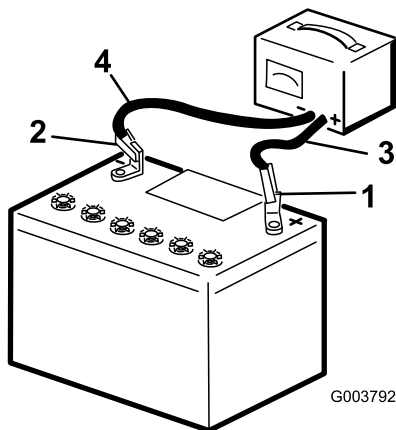

Figure 2
2. Connectez un chargeur à la batterie (Figure 2) et chargez la batterie au régime de à 6 à 10 ampères pendant une heure au minimum. Ne chargez pas la batterie excessivement.
3. Quand la batterie est chargée au maximum, débranchez le chargeur de la prise, puis débranchez les fils du chargeur des bornes de la batterie (Figure 2).